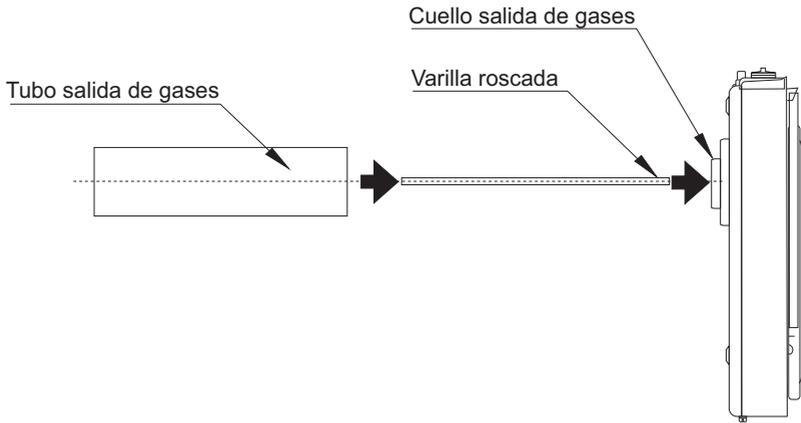

Fig.12
- Enrosque algunas vueltas la varilla roscada en el soporte con tuerca ubicado dentro del cuello de salida de gases del calefactor (Fig. 12) e inserte el Tubo de Salida de Gases en el cuello (unos 2 ó 3 cm).